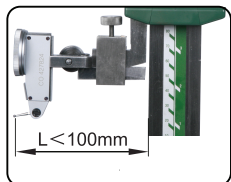

Fig. 2
--La distance entre la sonde de la jauge à levier et l'échelle principale de la jauge de hauteur $L < 100$ mm (Fig. 2).